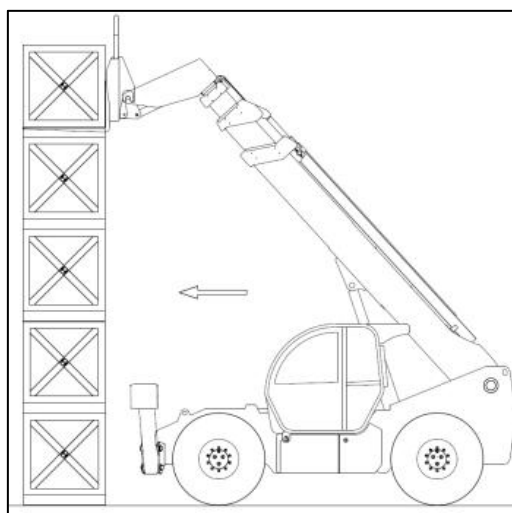

Рисунок 2-8
- 5) Прижмите вилы к нагрузке (см. рис. 2-8). Затяните механизм стояночного тормоза, установите рычаг переключения передач в нейтральное положение;